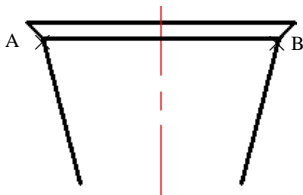

图 17.7.6 绘制直线 3
Step6. 绘制图 17.7.6 所示直线 3。在“图层”面板中，选择“轮廓线”图层；选择下拉菜单 **绘图(D)** → **直线(L)** 命令，选取图 17.7.6 所示的点 A 为直线的的第一点，选取点 B 为直线的第二点。